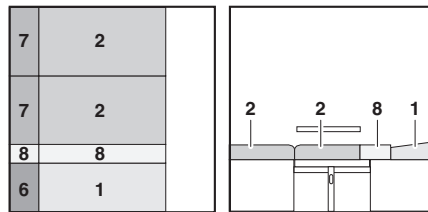

Fig. 146 Après la transformation
- Tirer les coussins d'assise (Fig. 146,2 et 7) vers l'avant et le milieu, afin qu'ils soient alignés sur l'autre coussin d'assise.
- Rabattre le coussin de dossier (Fig. 146,1) et le placer sur la banquette.
- Rabattre le coussin de dossier (Fig. 146,1) et le placer sur la banquette à côté du coussin de dossier.
- Placer les coussins supplémentaires (Fig. 146,8) dans la lacune entre les coussins d'assise et les coussins de dossier.